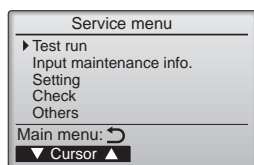

Fig. 7-3
- 3 С помощью кнопки [F1] или [F2] выберите пункт "Test run" (Тестовый прогон) и нажмите кнопку [✓]. (Fig. 7-3)